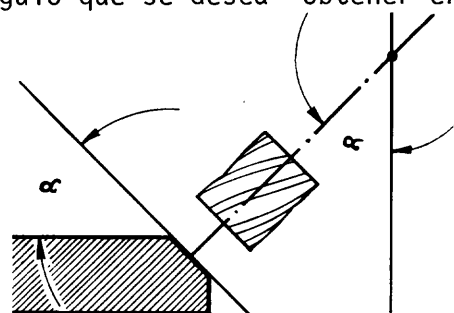

Fig. 3
- 1) Para obtener la inclinación mediante fresado frontal, gire el cabezal universal en el mismo ángulo que se desea obtener en la pieza (fig. 3).